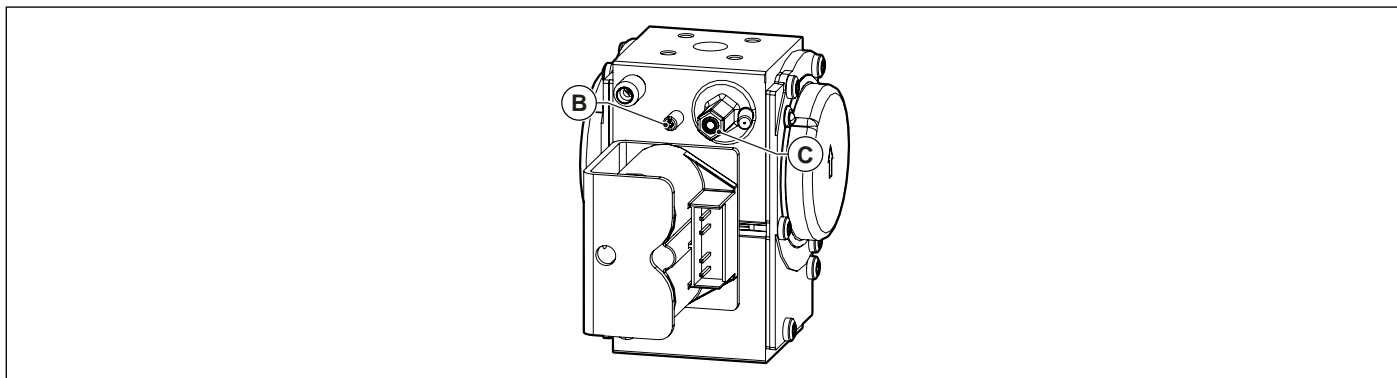
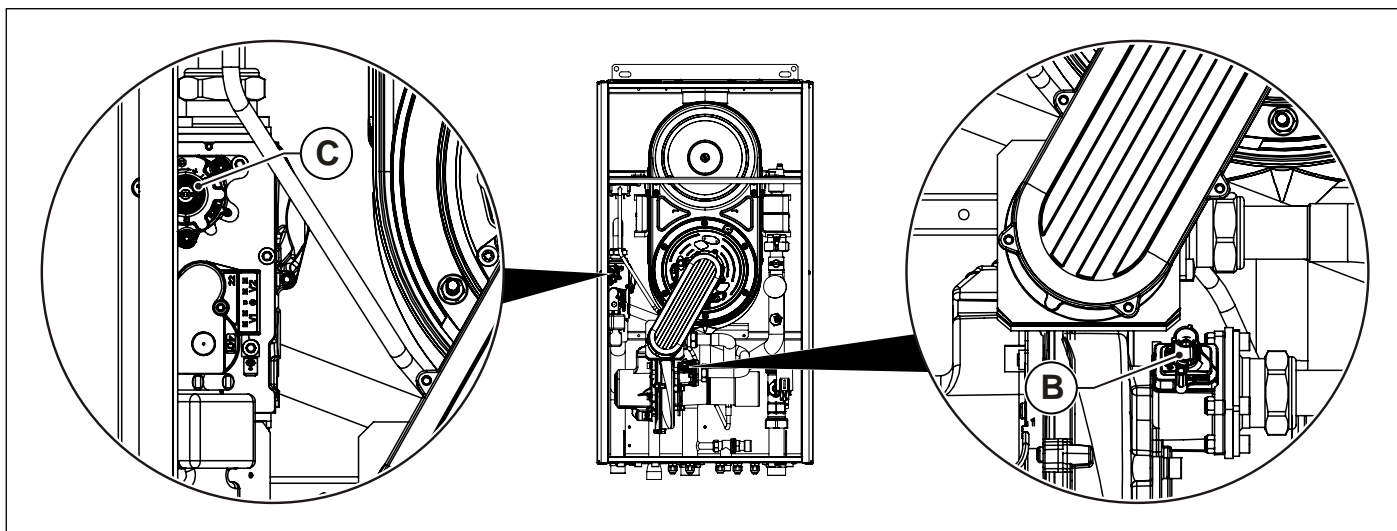

Рис. 44 Регулировка уровни содержания углекислого газа KR 85 - KR 99 - KR 120
Рис. 45 Регулировка уровни содержания углекислого газа KR 150
- Отрегулировать уровень содержания углекислого газа (CO₂) в дымовых газах с помощью соответствующего регулятора **В** (смотри Рис. 44 Регулировка уровни содержания углекислого газа KR 85 - KR 99 - KR 120 и Рис. 45 Регулировка уровни содержания углекислого газа KR 150и удостовериться, что его величина находится в пределах, указанных в Табл. 1 Тарировочные данные KR 85 и Табл. 3 Тарировочные данные KR 120 и Табл. 4 Тарировочные данные KR 150.
- Отрегулировать уровень содержания углекислого газа (CO₂) в дымовых газах, вращая регулятор «offset» **С** (смотри Рис. 44 Регулировка уровни содержания углекислого газа KR 85 - KR 99 - KR 120 и Рис. 45 Регулировка уровни содержания углекислого газа KR 150и удостовериться, что его величина находится в пределах, указанных в Табл. 1 Тарировочные данные KR 85 и Табл. 3 Тарировочные данные KR 120 и Табл. 4 Тарировочные данные KR 150.